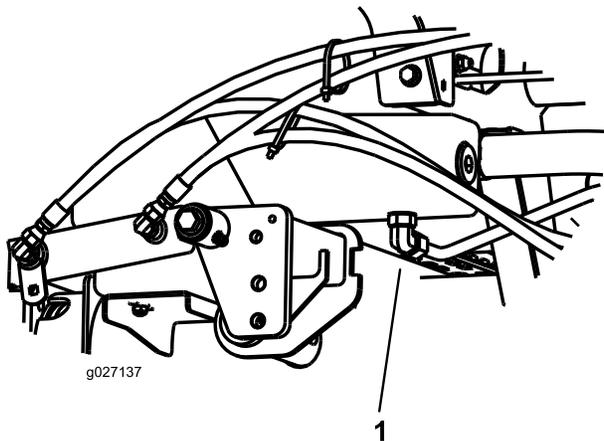

图73
2. 在液压油箱底部安装的接头下面放置一个大放油盘（图73）。